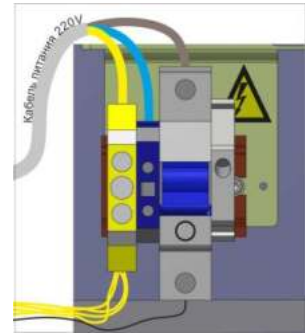
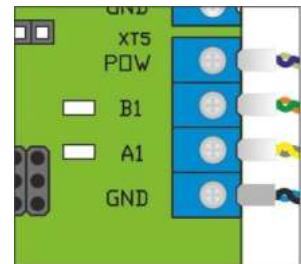

Рис.25 – Підключення кабелю живлення
Рис.26 – Підключення кабелю зв'язку з пультом керування
1) Підключити кабель живлення на панелі керування турнікету ~220 В (Рис.25):
- Фаза (L) – до автоматичного захисного вимикача;
- Нуль (N) – до клеми ~220 В (N);
- Земля (PE) – до клеми Заземлення (PE).
2) Підключити до клем кабель зв'язку з пультом керування (Рис.26):